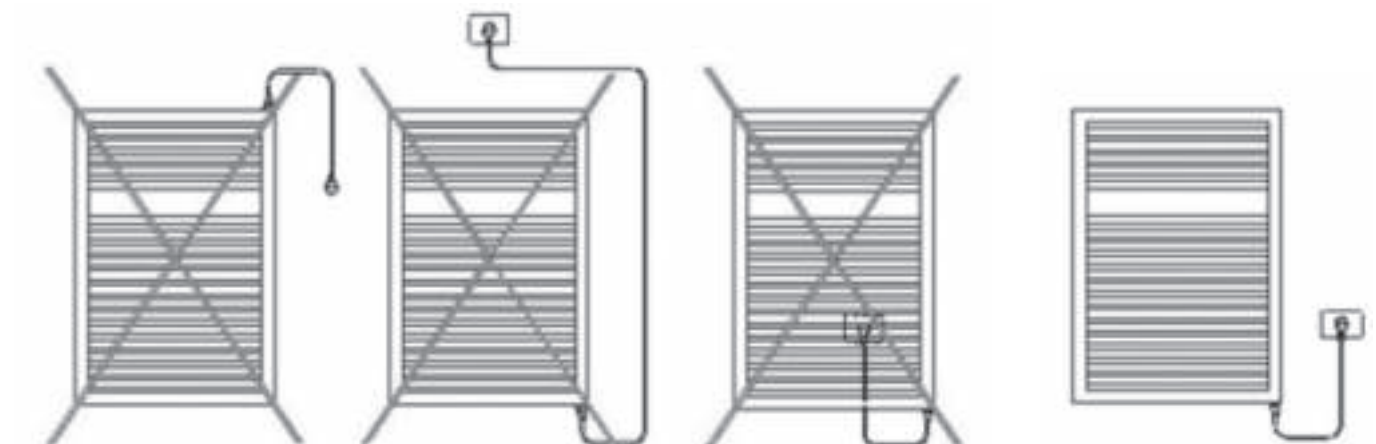

Abb. 3
- Achten Sie auf korrekte Installation gemäß Abbildung 3.